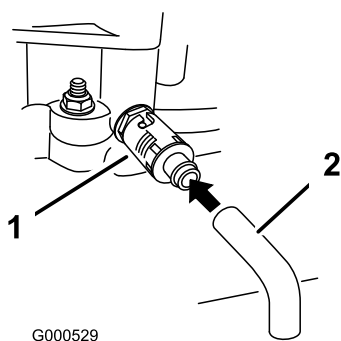

Figura 26
- Collocate una bacinella sotto il tubo di spurgo. Girate la valvola di spurgo dell'olio per lasciare defluire l'olio (Figura 26).
- Togliete il tappo di spurgo (Figura 26).